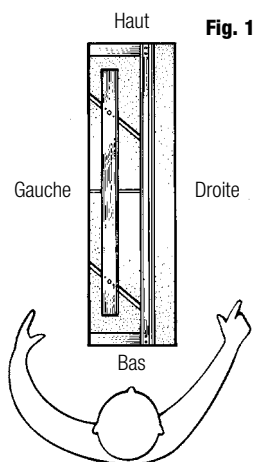
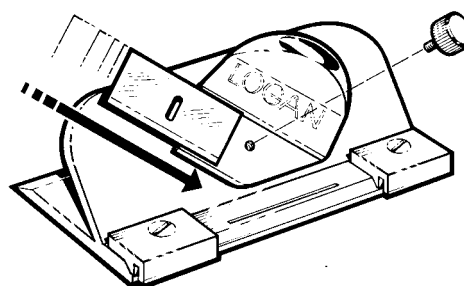

Fig. 2
Fig. 3
3. Placez la lame sur le support de lame, le bord coupant vers le bas et faites glisser la lame jusqu'à ce que le coin de la lame s'insère dans la fente et le trou de la lame coïncide avec le trou du support de lame (Fig. 2)(Fig. 3).